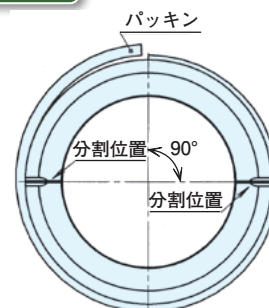

図7 パッキンの取付け
- (1)パッキンの切断面が内輪の分割面から90°の位置になるように溝に埋め込んでいきます。(図7参照)
- (2)最後に液状パッキンをパッキンの切断面に塗布します。